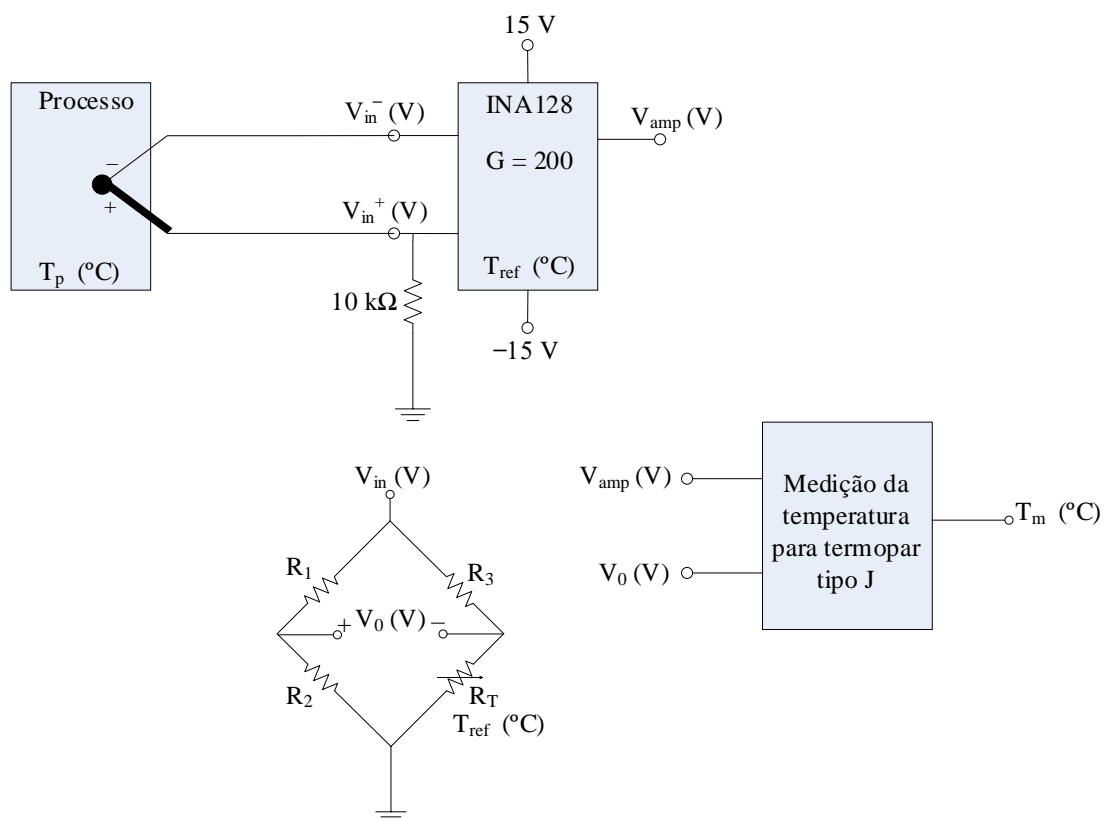

Figura 1 – sistema de medição de temperatura com termopar e compensação da junção de referência com termistor.
- 1) **(6 pontos)** Na medição de temperatura com termopar, sabe-se que é necessário compensar a temperatura da junção de referência para obter uma medida adequada da temperatura do processo. Uma das formas de realizar essa compensação é usar um sensor de temperatura para medir a temperatura da junção e, em seguida, gerar uma tensão elétrica que compense a queda de tensão na junção de referência do termopar. Nesse contexto, o objetivo desta primeira parte do trabalho é compensar a junção de referência de um termopar tipo J usando um termistor e uma ponte de Wheatstone. O diagrama geral da medição é apresentado na Figura 1.
- Considere que a temperatura da junção de referência ( $T_{ref}$ ) pode variar entre 0 °C e 50 °C. Nessa faixa, o termopar tipo J apresenta comportamento aproximadamente linear com sensibilidade 0,0517 mV/°C, resultando em  $V_T = 0,0517 \cdot T$  mV para  $0 \leq T \leq 50$  °C. Dessa forma, faça o projeto da ponte de Wheatstone com o objetivo de fornecer a tensão  $V_0 = 200 \cdot V_T$  para  $0 \leq T \leq 50$  °C, onde  $V_0$  é a tensão indicada na Figura 1. A não linearidade de  $V_0$  deve ser inferior à 2%.
- Para obter o resultado da temperatura lida pelo sistema de medição, implemente uma função no LTspice que receba como argumentos de entrada as tensões  $V_0$  e  $V_{amp}$  (em V). O retorno da função deve ser a temperatura  $T_m$  indicada na Figura 1. Essa função pode ser implementada diretamente no gráfico de saída do LTspice. Os coeficientes para implementação da função podem ser obtidos no seguinte link: